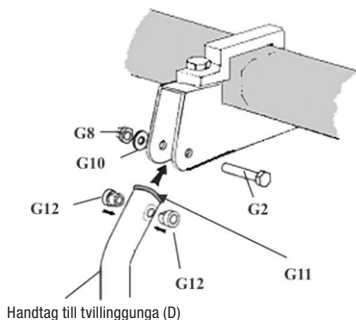

Fig 13
8. Tryck i plastgenomföringarna (G11) i övre änden av handtagen till tvillinggungan (D). Tryck i plasthylsorna (G12) på båda sidor om handtagen. Sätt därefter i handtagen i fästet och fäst med 50 mm M8 6-kantsbult (G2), M8 brickor (G10 och M8 kupolmuttrar (G8). Se fig 13. Upprepa monteringen för andra handtaget.